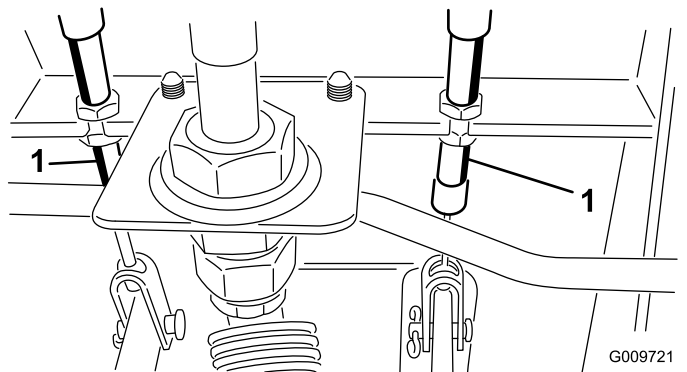

Figura 117
- A. Allentate il dado anteriore sull'estremità filettata del cavo del freno (Figura 117).